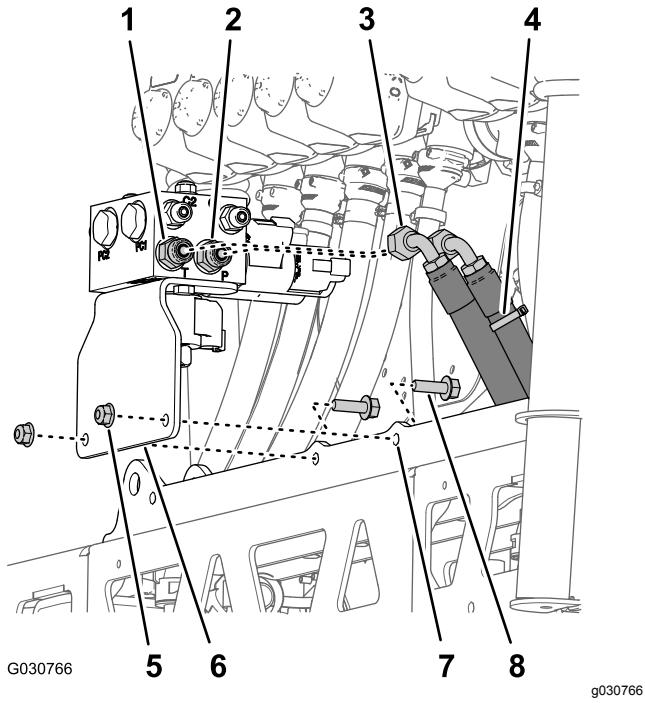

Bild 127
- Fluchten Sie die Löcher in der Stützhalterung für den Auslegerhubverteiler, den Sie in Schritt 3 in Entfernen des Hubzylinderverteilers und der Stützhalterung \(Seite 39\) entfernt haben, mit der Zylinderbefestigung des neuen mittleren Auslegerabschnitts aus (Bild 127).
in Schritt 3 in Bild 127 entfernt haben, an der Zylinderbefestigung ( Entfernen des Hubzylinderverteilers und der Stützhalterung \(Seite 39\)).
- Befestigen Sie den Hydraulikdruckschlauch (mit einem Kabelbinder markiert) am Anschluss P des Auslegerhubverteilers (Bild 127).
- Befestigen Sie den Hydraulikrücklaufschlauch am Anschluss T des Auslegerhubverteilers (Bild 127).